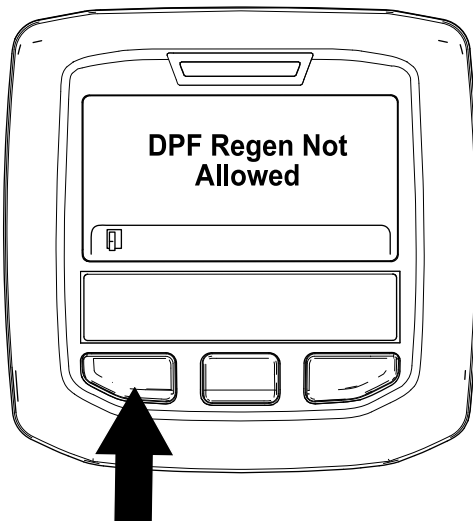

Figure 47
- Si le processus de regeneration n'est pas autorisé par l'ordinateur du moteur, le message « DPF Regen Not Allowed » (régén. FAP non autorisée) s'affiche dans l'InfoCenter (Figure 47). Appuyez sur le bouton gauche pour quitter l'écran d'accueil.